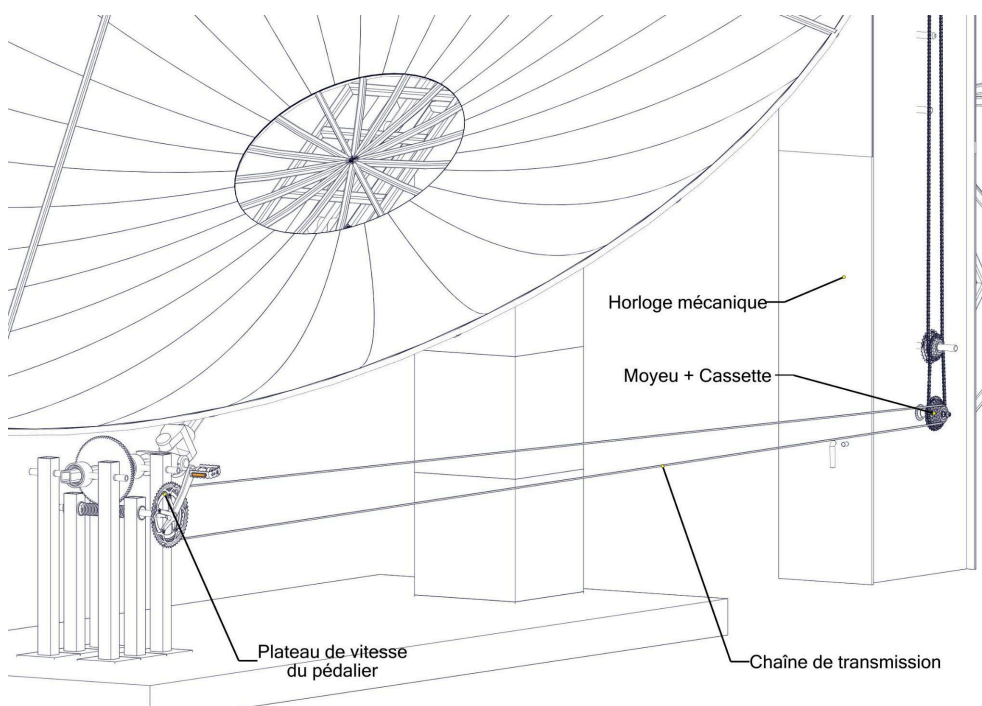

Figure 9 : Plan de montage de la chaîne de transmission
- Connecter par chaîne la cassette l'horloge avec la roue du pédalier du concentrateur parabolique suivant la figure 9